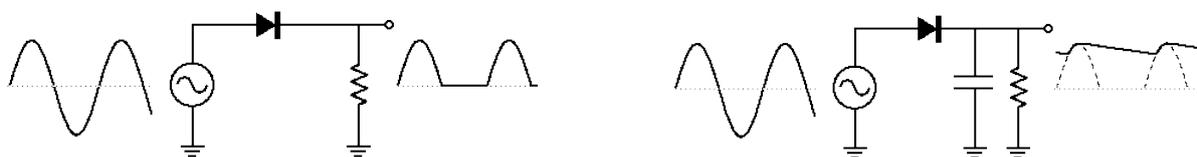

Figure 4: Circuits de redressement demi-onde.
1. Montez le circuit de la figure 4 de gauche ($R = 1\text{k}\Omega$), produisez un signal d'entrée sinusoïdal avec le générateur d'onde, et observez le signal de sortie.
2. Modifiez le circuit en ajoutant un condensateur de $5\ \mu\text{F}$ (figure 4 de droite). Observez le signal de sortie en choisissant la fréquence du signal d'entrée de façon à pouvoir observer l'ondoiement (comme montré à la figure 4 de droite), et expliquez pourquoi $V_{out}^{max} < V_{in}$. [Indice: essayez avec une onde carrée!]